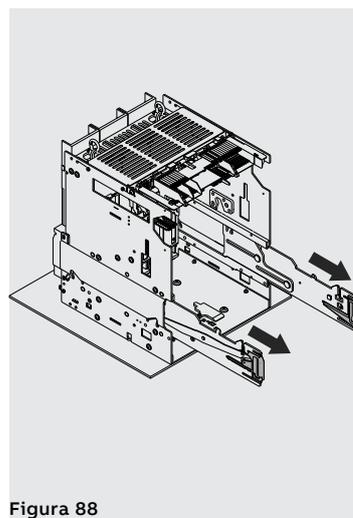

Figura 88
3. Estrarre le guide della parte fissa impugnando le apposite leve. Vedi Figura 88.